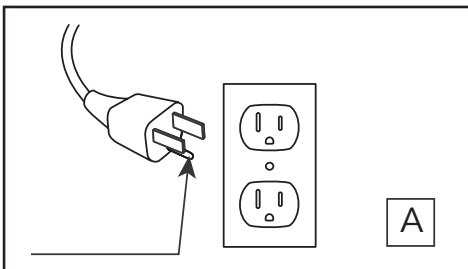

Fig.1
11. Connect to properly grounded outlets only. This heater is for use on 120 volts. The cord has a plug as shown at A in Fig. 1. Do not use a 2 prong adapter. Never use with an extension cord or relocatable power tap (outlet/power strip).
11. Brancher uniquement dans une prise de courant munie d'une mise à la terre. Cet appareil de chauffage a été conçu pour être utilisé sous une tension de 120 V. La fiche du cordon est montrée à la figure 1 en A. Ne pas utiliser d'adaptateur de 3 broches à 2 broches. Ne jamais utiliser avec une rallonge ou une barre d'alimentation (multiprises).
11. Conectar solamente a una toma de corriente con conexión a tierra adecuada. Este calentador debe utilizarse con 120 voltios. El cable incluye un enchufe tal como se muestra en la figura A en la Fig. 1. No utilice un adaptador de 2 clavijas. Nunca use un cable de extensión o tomas de alimentación reubicable (enchufes/regletas).